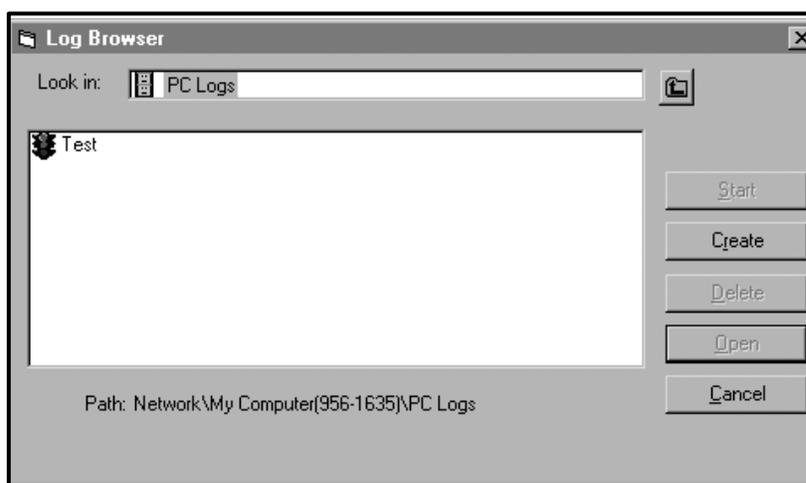

Figura 16: Crear un registro de PC
- Haga doble clic en *PC Logs* (Registros de PC) para avanzar al cuadro de diálogo mostrado en la Figura 16.
- En el cuadro de diálogo que se muestra en la Figura 16, haga clic en el botón de opción **[Create] (Crear)** para crear un nuevo registro de contador.